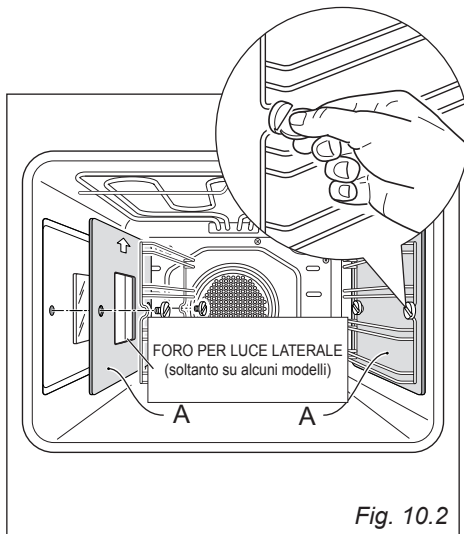
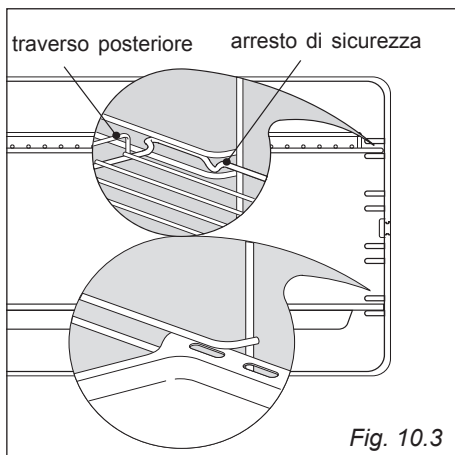

Fig. 10.2
Fig. 10.3
- Montare i telai laterali fissandoli alle pareti del forno con 2 viti (fig. 10.3). Nei modelli con pannelli autopulenti "A" di serie, agganciare i telai laterali interponendo i pannelli autopulenti (fig. 10.2).
- Infilare in mezzo alle guide dei telai laterali la leccarda e la griglia come in (fig. 10.3).